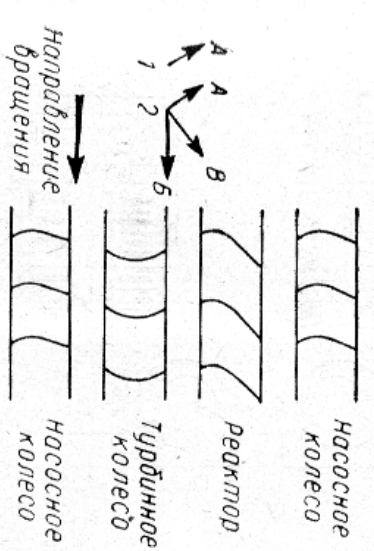

Рис. 39. Развернутая схема лопаток.
На рис. 39 показана схема действия гидротрансформатора в режиме изменения крутящего момента (1), когда реактор и турбинное колесо неподвижны и на режиме гидромуфты (2), когда турбинное колесо вращается вместе с реактором, так как муфта с